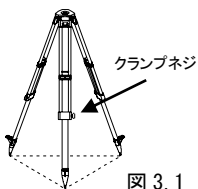

図 3.1
- 1) 三脚の固定バンドを解き、クランプネジを緩めます (図 3.1)。